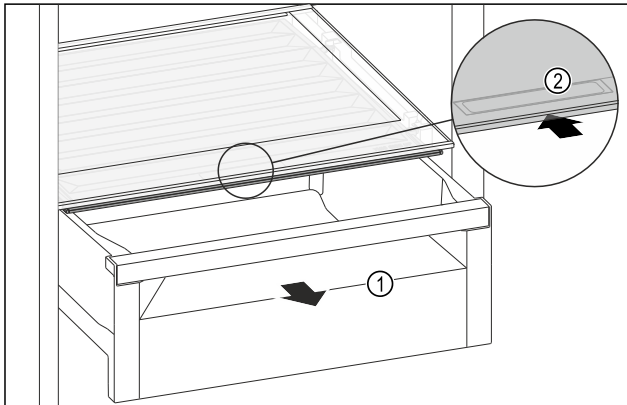

Fig. 140
- Estrarre il cassetto Fig. 140 (1).
- Afferrare la maniglia incassata Fig. 140 (2) sul coperchio dello scomparto e spingere allo stesso tempo all'indietro il coperchio dello scomparto.